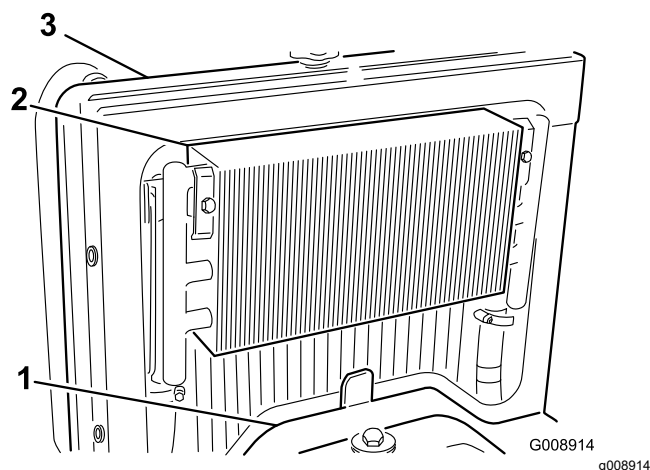

Figura 58
2. Retire o painel de acesso (Figura 58).